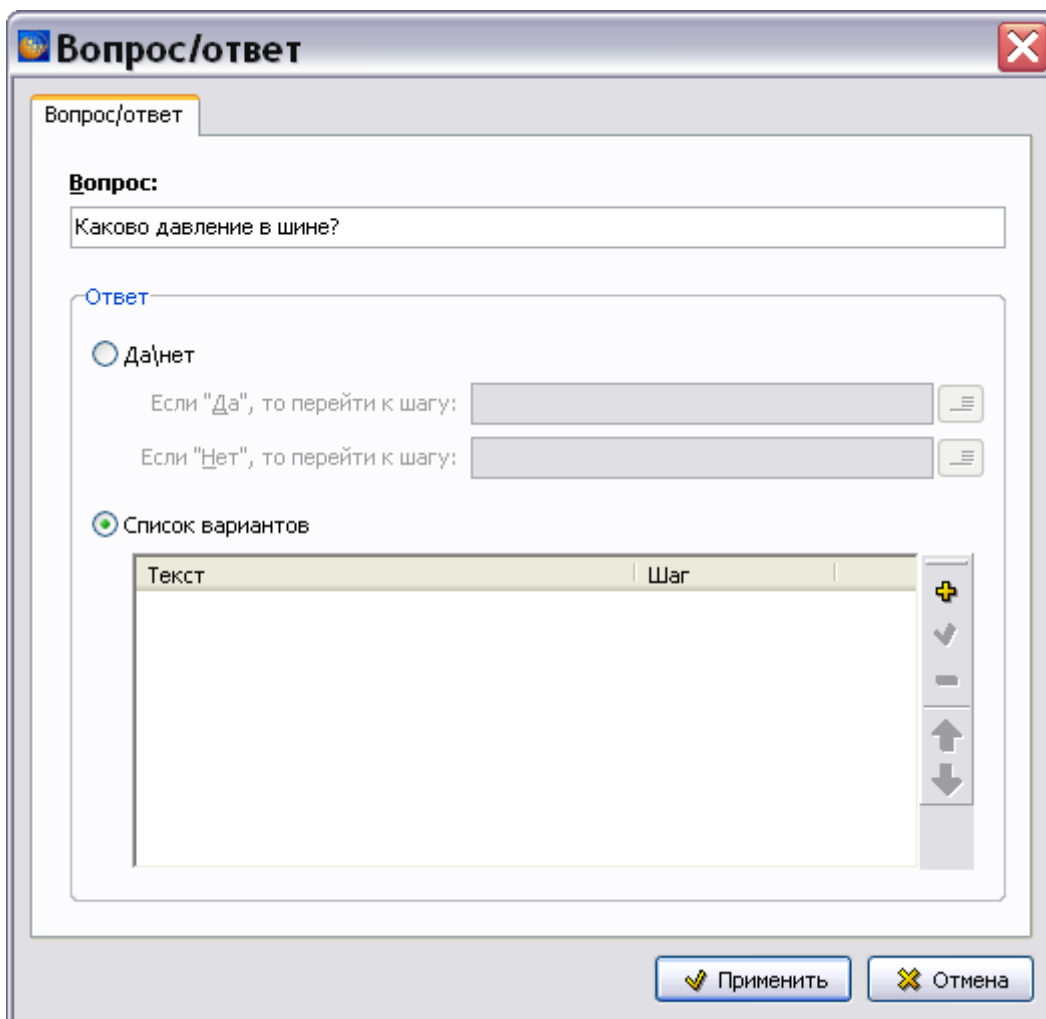
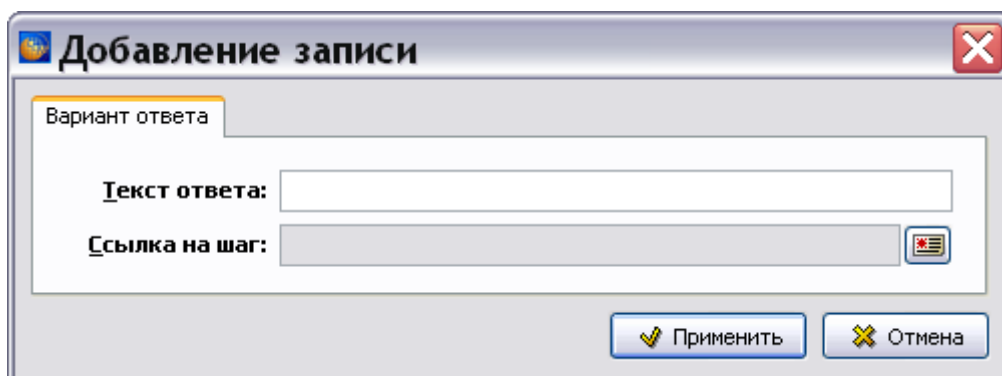

Рис. 8.25
Рис. 8.26
7. В появившемся диалоговом окне **Вопрос/ответ** в поле **Вопрос** введите вопрос «Каково давление в шине?» (Рис. 8.25).
8. В секции **Ответ** включите радиокнопку **Список вариантов** (Рис. 8.25). При этом откроется диалоговое окно **Добавление записи** (Рис. 8.26).